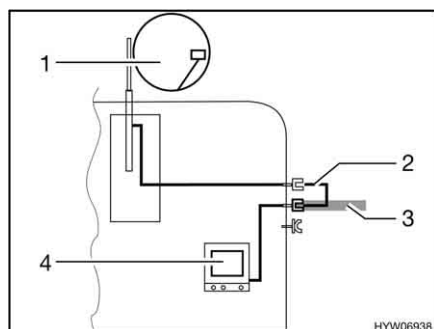

Fig. 176 TV dans le véhicule
- TV dans le véhicule (Fig. 176,4) : Raccord à l'antenne sur le toit (Fig. 176,1) avec câble d'alimentation (Fig. 176,2)
- TV dans le véhicule (Fig. 176,4) : Raccord à l'antenne extérieure (Fig. 176,3)